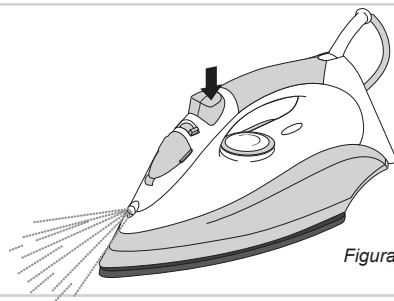

Figura 3
Con la funzione spray è possibile inumidire il tessuto da stirare. In tal modo è possibile eliminare la formazione di eventuali pieghe nel tessuto. È possibile utilizzare la funzione spray a qualsiasi temperatura premendo la funzione spray manopola (6) (vedere la figura 3).